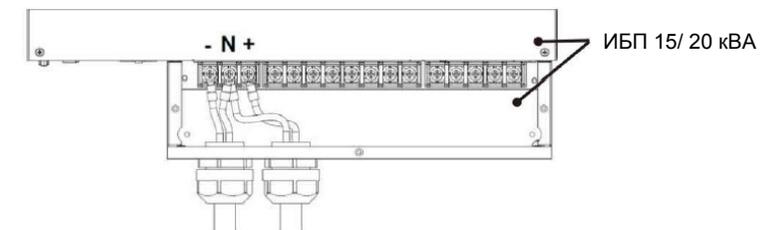

Рисунок 10
- 2) Вставьте два батарейных кабеля, входящих в комплект поставки ИБП, в кабельные сальники, подключите батарейные кабели ко входным клеммам для батарей на ИБП и поверните сальники по часовой стрелке, чтобы надежно закрепить их на ИБП. См. **Рисунок 10**.